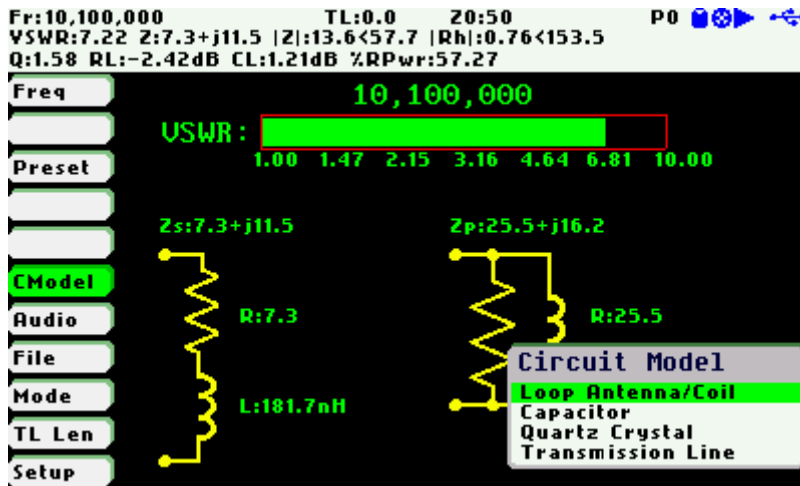

Figure 6, «CModel» menu options
- Step 5. Select «Loop Antenna / Coil» in the submenu (Figure 6)